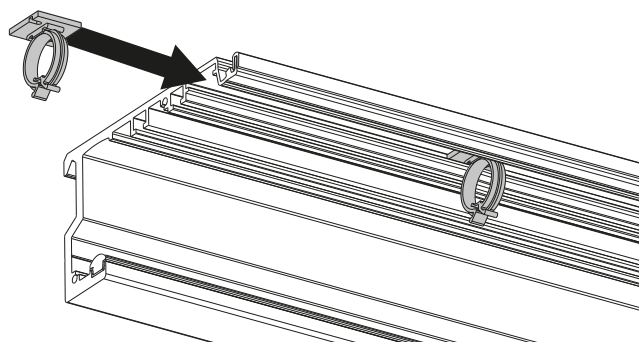

fig. 4
- applicare i passacavi lungo tutta l'estensione della trave binario ad intervalli regolari (vedi fig. 4);
- Apply the grommets on the whole length of the track beam at regular intervals (see fig. 4);